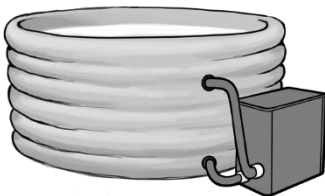
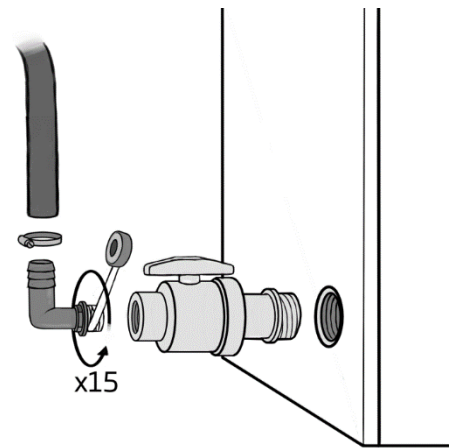

Bild 2 - Anschlussbeispiel Schwimmbecken
Bild 1 - Montage der Ventile
3. Installieren Sie am Ein- und Ausgang des Geräts Schließventile, sodass die Wasserzirkulation für Wartungszwecke unterbrochen werden kann (Bild 1).
4. Die Ansaug- und Rückführleitungen des Wassers werden gemäß den Beckenanschluss-Instruktionen verbunden. (Bild 1& Bild 2) ACHTUNG! Im Becken müssen sich aus Sicherheitsgründen mindestens zwei Ansauglöcher befinden, von denen das Wasser zur Pumpe gelangen kann.